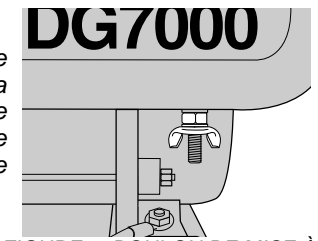

FIGURE 1: BOULON DE MISE À LA TERRE
1. Localiser le boulon de mise à la terre sur le panneau de commande de la génératrice (figure 1).